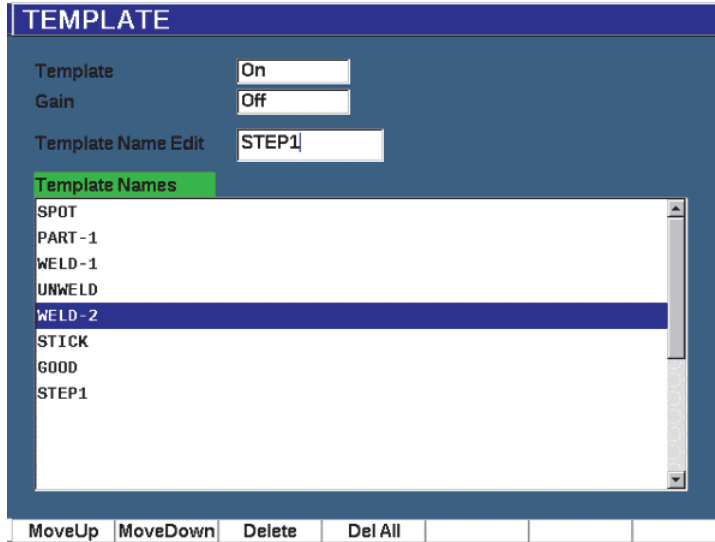

Figura 11-51 Página de configuración de plantilla (Template)
1. Seleccione **Template > Setup** para visualizar la página de configuración **Template** (vea la Figura 11-51 en la página 339).